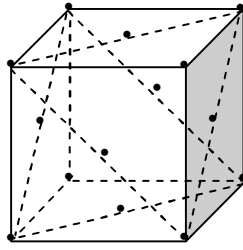

Рисунок 2.1.1. - Гранецентрована (ГЦК) решітка.
4. Число часток, що приходить на одну елементарну комірку $N_{\text{ком.}}$, обчислюють, враховуючи її форму. Атоми розташовані у вузлах і в середині кожної грані (рис.2.1.1). Кожний атом увузли певної комірки розміщується на 1/8 її частини, тому що він належить одночасно 8 коміркам у просторовій решітці. Тому число атомів, що приходить на одну комірку, дорівнюватиме $1/8 \cdot 8 = 1$.